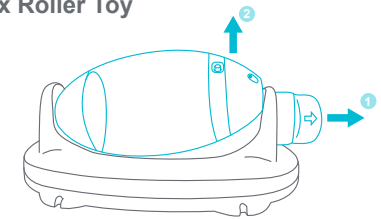

Fig. 5a
- Para acceder a las baterías, primero jale la perilla en el costado del juguete (1), luego levante el juguete y sáquelo de la carcasa (2) (Fig. 5a).